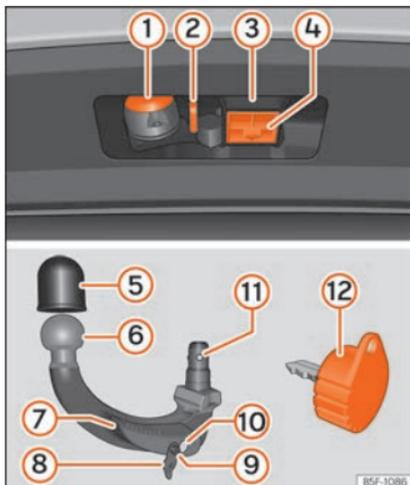

Fig. 169 Suporte do dispositivo de engate para reboque/gancho de reboque/chave
- A zona superior do alojamento do gancho está equipada com massa lubrificante »» Fig. 169 ③. Quando utilizar o dispositivo, deve assegurar-se de que não se tenha eliminado.
- Retire o tampão de alojamento do gancho »» Fig. 169 (4) para baixo.
- Coloque o tampão (4) no seu alojamento » Fig. 169.